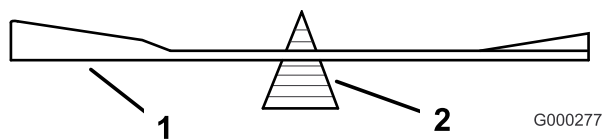
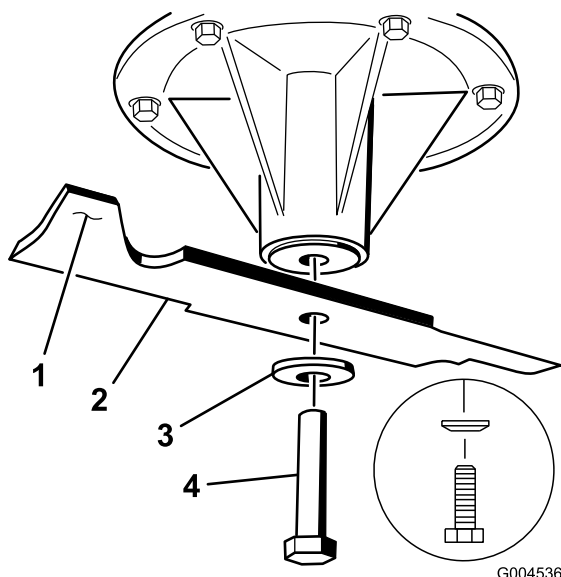

Figura 93
Figura 94
2. Controllate l'equilibrio della lama posizionandola su un bilanciatore (Figura 93). Se la lama rimane in posizione orizzontale, è bilanciata e può essere utilizzata. Se la lama non è bilanciata, limate del metallo soltanto dalla costa (Figura 94). Ripetete la procedura finché la lama non è perfettamente bilanciata.
1. Montate la lama sull'asse del fusello (Figura 94).
2. Montate il disco elastico e il bullone della lama. Il cono del disco elastico deve essere rivolto in verso la testa del bullone (Figura 94). Serrate il bullone della lama a 115–149 Nm.